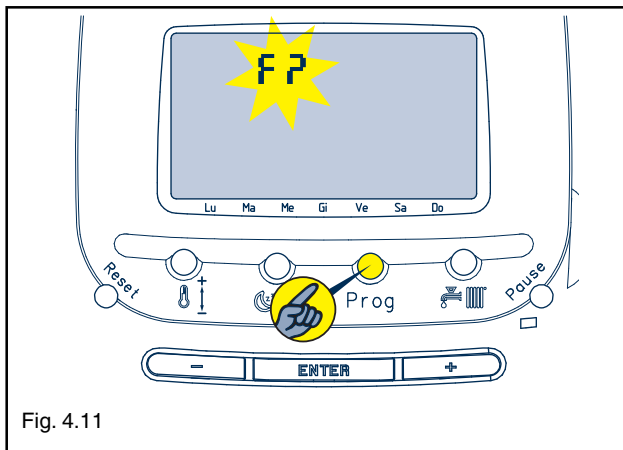

Fig. 4.11
- Sul display appare la scritta **F?** lampeggiante (fig. 4.11)